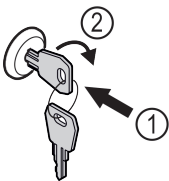

Fig. 126
- ▶ Schlüssel hineindrücken Fig. 126 (1).
- ▶ Schlüssel um 90° im Uhrzeigersinn drehen Fig. 126 (2).